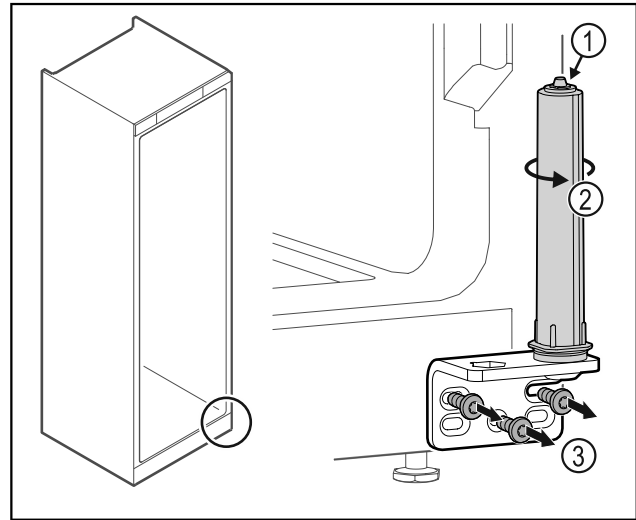

Fig. 46
- ▶ Μην αποσυναρμολογείτε το σύστημα κλεισίματος πόρτας Fig. 46 (1).
- ▶ Περιστρέψτε το σύστημα κλεισίματος Fig. 46 (2), μέχρι να κάνει κλικ.
- ▶ Ξεβιδώστε τη γωνία μεντεσέ Fig. 46 (3).